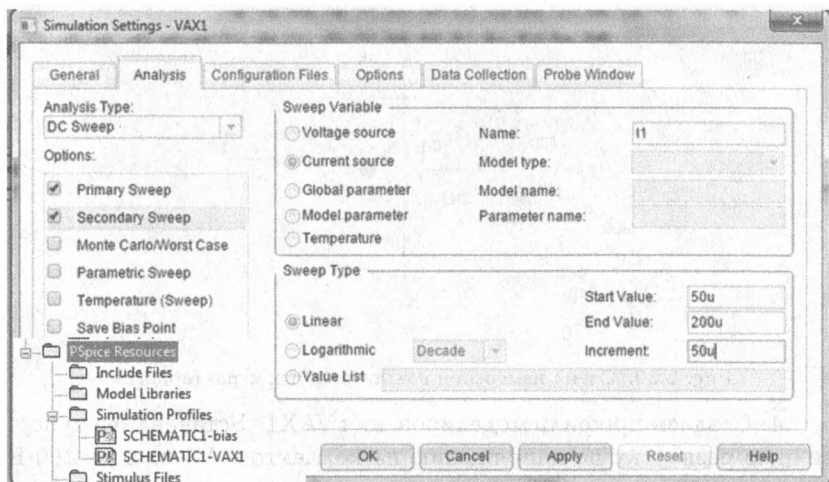

Рис. 2.32. Установка вторичной развертки по току базы
5. Устанавливаем вторичную развёртку по току базы I1 от 50 мкА до 200 мкА с шагом 50 мкА и устанавливаем в менеджере проектов активный профиль моделирования VAX1 (рис. 2.32).